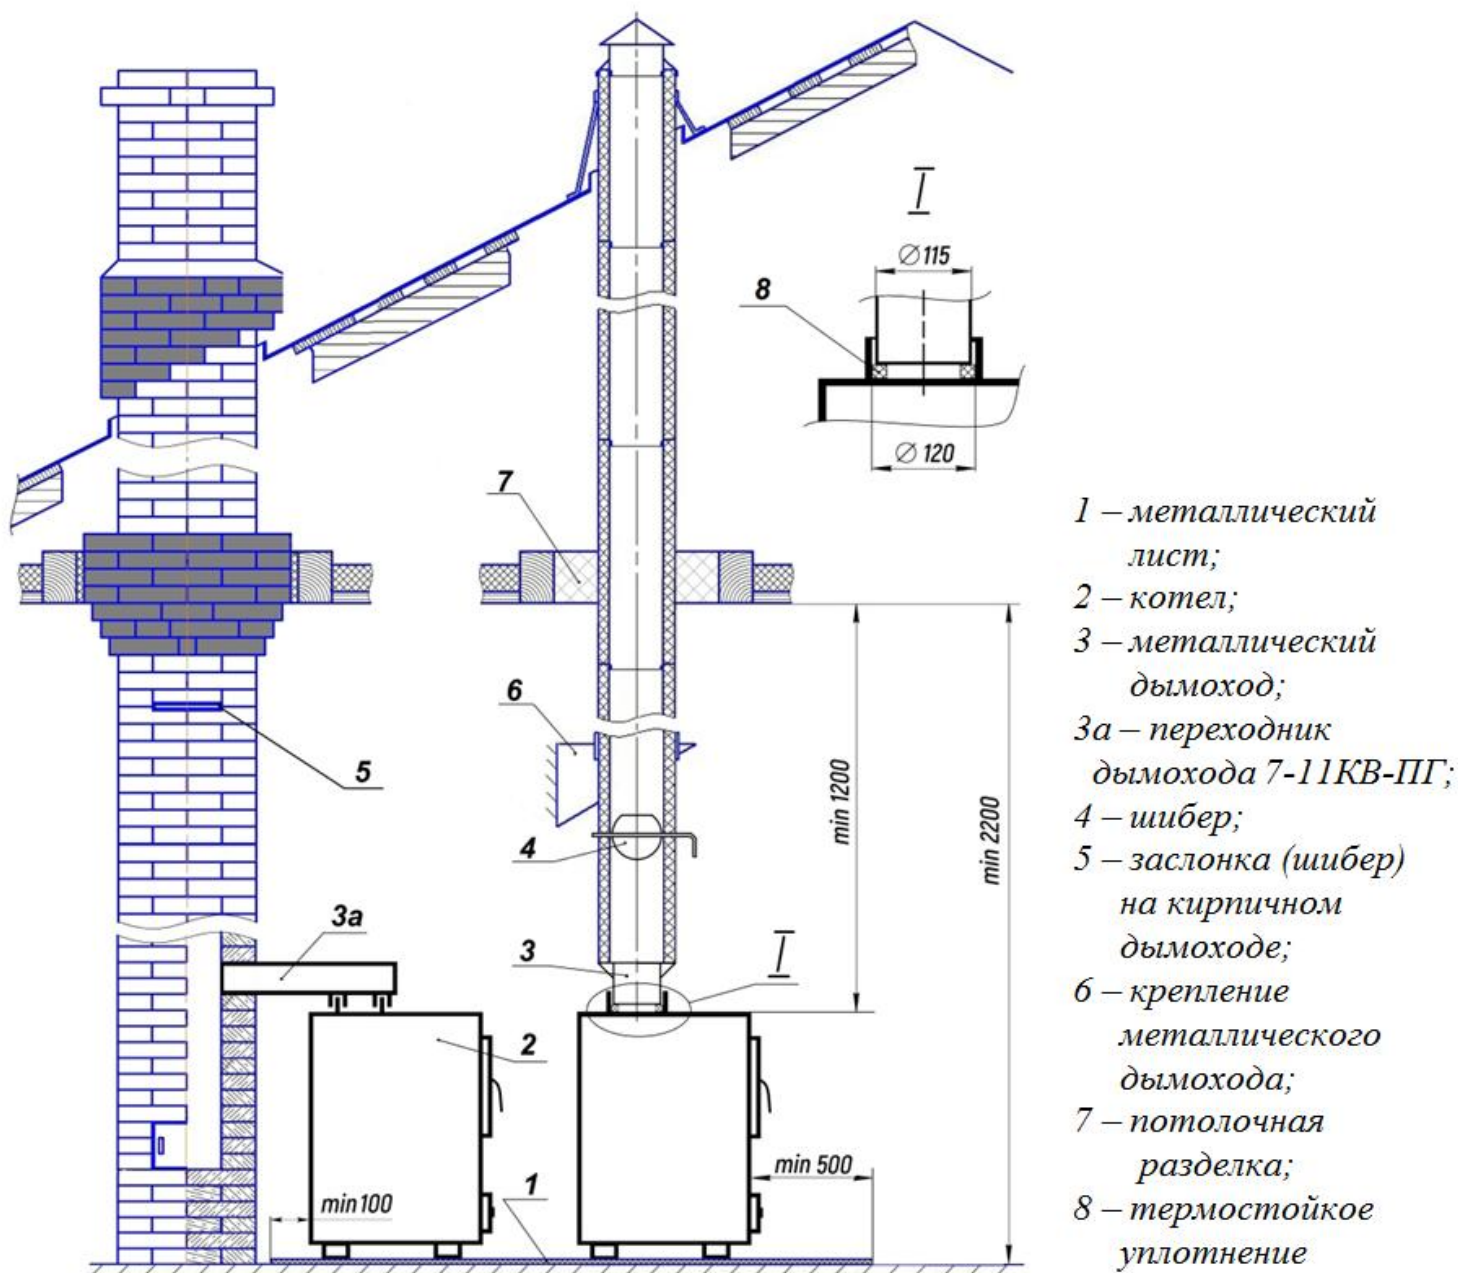

Рисунок 2. Схема монтажа котла и дымовой трубы (подробности см. в Руководстве по выбору, монтажу и эксплуатации котла).
5.5. Патрубок дымохода расположен на варочной плите. Верхнее расположение дымового патрубка предназначено для подключения котла к вертикальной стальной дымоходной трубе (см. *рис. 2*).
5.6. Для подключения котла к кирпичной трубе можно использовать переходник 7-11 КВ-ПГ (*поз. 7 на рис. 2*), – см. дополнительную комплектацию на с. 11.